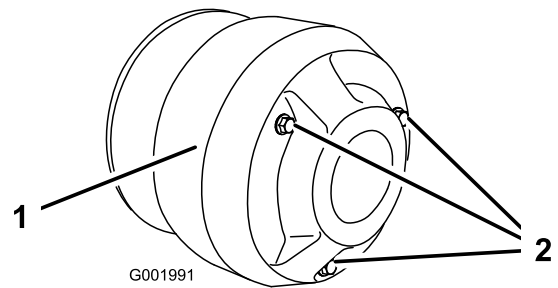

図 58
4. クラッチ・カバーのボルト（3本）を外してカバーを取る（図 58）。